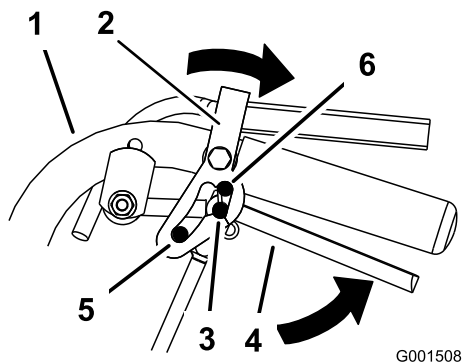

Figura 7
2. Ponga los dedos pulgar en la parte superior de los cierres y muévalos hacia atrás (Figura 7).